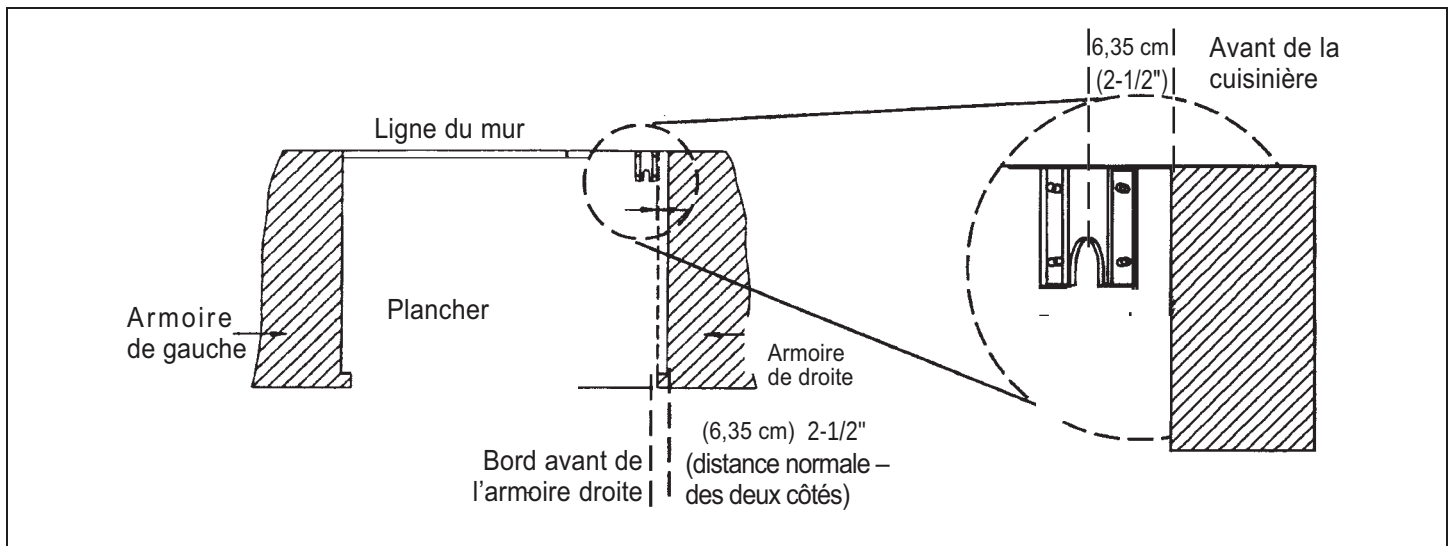

Figure 7b : Emplacement du dispositif antibasculé (vue du haut)
1. Placez le support à l'emplacement voulu, comme indiqué à la Figure 7b.